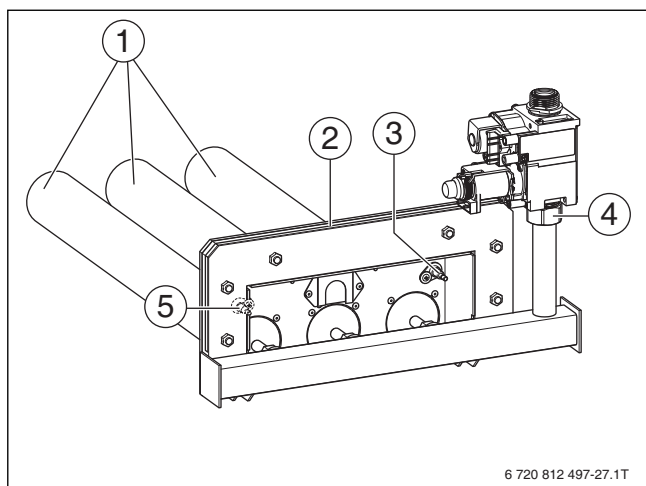

Рис. 39 Чистка горелки
- Присоедините клапан резьбовым соединением [4] с моментом затяжки 60-65 Н*м, ориентируя его относительно фланца горелки (→ рис. 39, стр. 35).